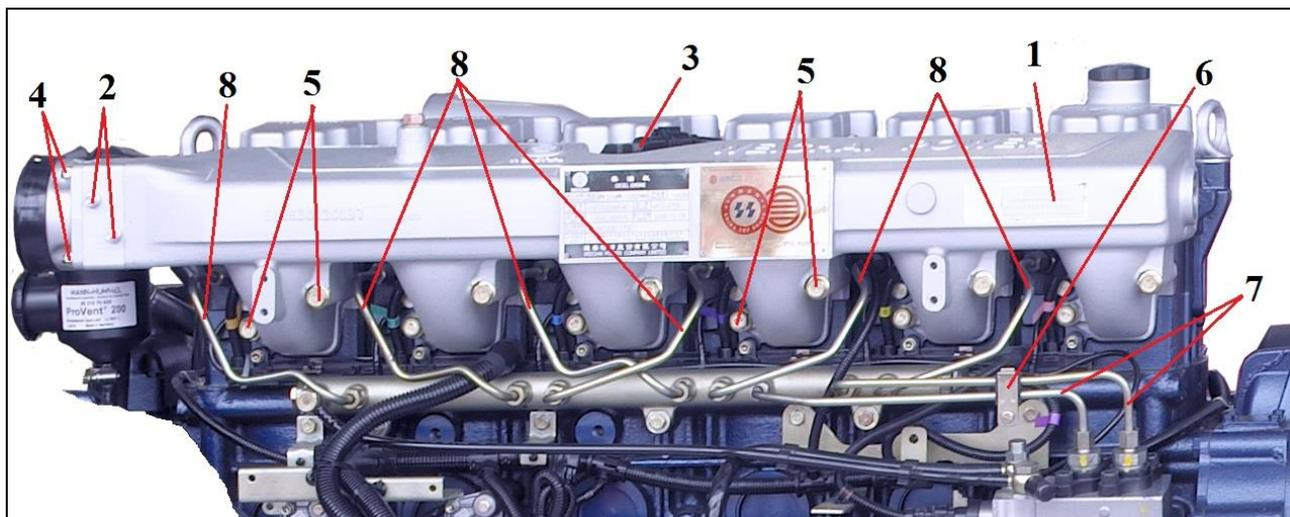

Рис. 20. Снятие впускного коллектора и топливных трубок высокого давления
2.17. Снятие впускного коллектора (см. Рис. 20)
2.18. Снятие трубок высокого давления (см. Рис. 20)